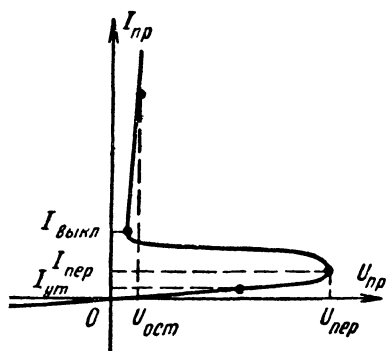

Рис. 4. Вольтамперная характеристика неуправляемого переключающего диода.
Если диод снабжен двумя выводами (от крайних областей), то он называется неуправляемым и имеет вольт-амперную характеристику, показанную на рис. 4. Такой диод подобен газотрону: пока приложенное напряжение меньше  $U_{пер}$ , через диод проходит незначительный «ток утечки»  $I_{ут}$ ;
**Электрические характеристики переключающих диодов.** Ряд основных параметров переключающих диодов ( $U_{\text{пер}}$ ,  $I_{\text{ут}}$ ,  $I_{\text{пер}}$ ,  $U_{\text{ост}}$ ,  $I_{\text{выкл}}$ ) был пояснен при описании вольт-амперных характеристик переключающих диодов (см. рис. 4 и 5). Для описания быстродействия диодов-переключателей указывают *время включения* — интервал времени с момента подачи отпирающего импульса до момента снижения падения напряжения на диоде до заданного уровня и *время выключения* — минимальная продолжительность запирающего импульса, переводящего диод из стпертого состояния в запертое. Эти два параметра сильно зависят от схемы, в которой применяют диод. Кроме того, частотные свойства переключающих диодов характеризуют проходной емкостью, которую измеряют в отсутствие постоянного напряжения на диоде.